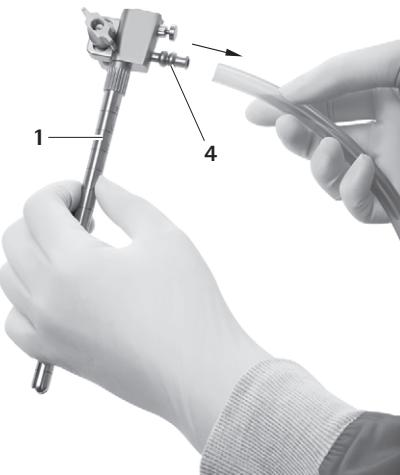

Fig. 12
- ▶ Retirer le tuyau du raccord d'irrigation 4, voir Fig. 12.